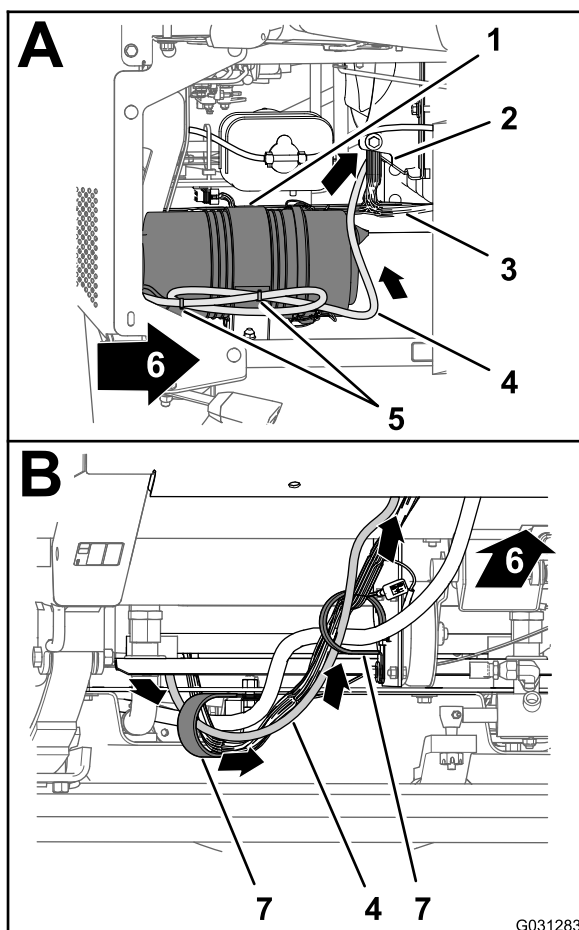

図 141
1. エンジンルームの右側で、データ用ハーネスの 220cm の枝線を、エンジン用エアフィルタの前方へ導き、ラジエターの右下コーナーまで導く 図 141。
- データ用ハーネスの 220cm の枝線を前方へ延ばして、機体下部にある2つのRクランプに通す 図 141。